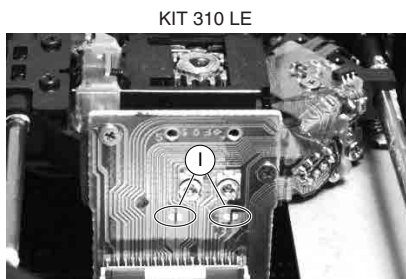

Fig. 7
Schließen Sie deshalb die Flexprintleitung zur Lasereinheit **vor dem Lösen der Steckverbindung** mit einer Büroklammer kurz oder bringen Sie die Schutzlötstellen (I) (Fig. 7 / 8) an.
For this reason, **before disconnecting** the Flexprint lead from the laser unit, short-circuit it by means of a paper clip or apply the protective soldering points (I) (Fig. 7 / 8).
- werkseitig angebrachte Schutzlötstellen der Lasereinheit entfernen (Fig. 7 / 8)
- Remove the factory-applied protective soldering joints from the laser unit (Fig. 7 / 8).